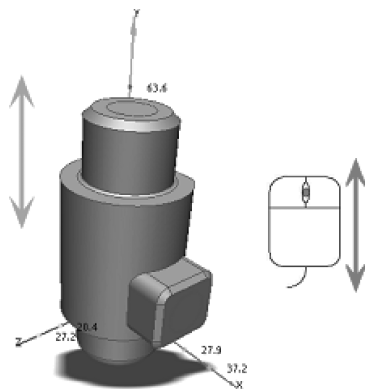

图 2-12 平移模型
- 3) 若要平移(移动),可按住鼠标中键并移动鼠标,如图2-12所示。